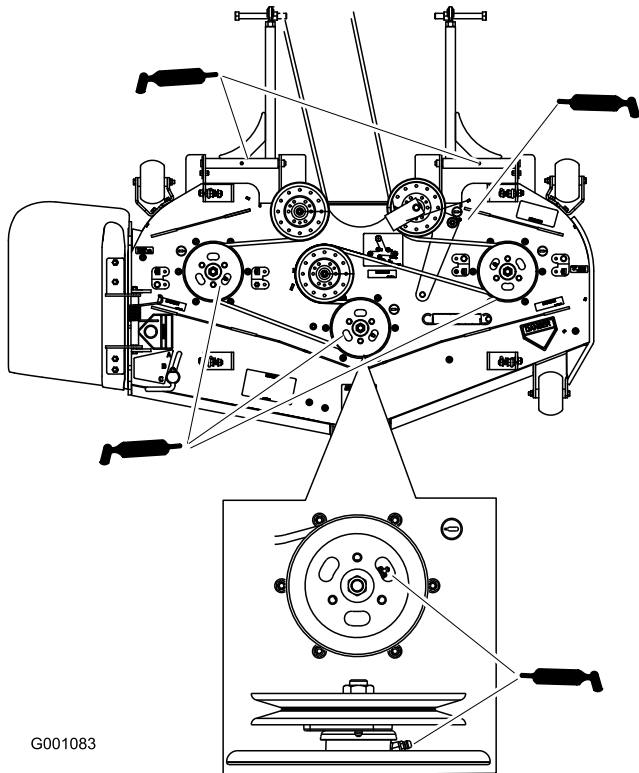

Figure 36
4. Lubrifiez les roulements des trois axes sous les poulies jusqu'à ce que la graisse sorte par les joints inférieurs (Figure 36).
5. Graissez le bras de la poulie de tension sur le plateau de coupe (Figure 36).
6. Lubrifiez les graisseurs des bras de poussée (Figure 36).